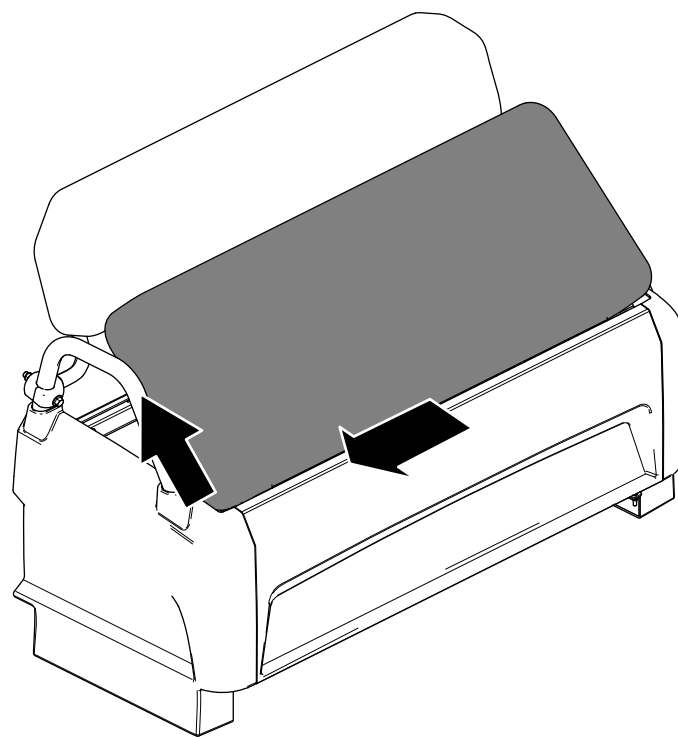

Figura 26
2. Deslice el cojín hacia un lado para liberarlo de los pasadores y levante el cojín (Figura 26).